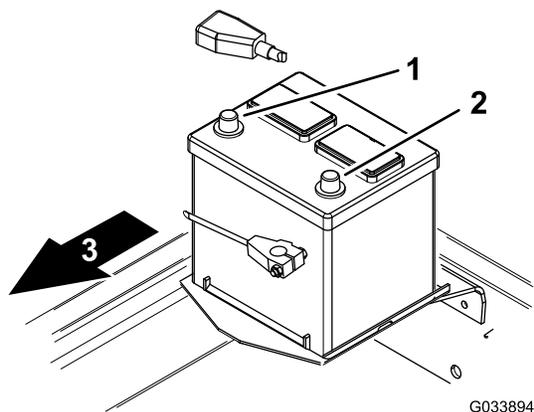

Figura 11
2. Instale o cabo positivo da bateria (vermelho) no terminal positivo (+) e deslize a bota de borracha sobre o terminal positivo (Figura 11).
3. Instale o cabo negativo da bateria (negro) no terminal negativo (-) da bateria (Figura 11).